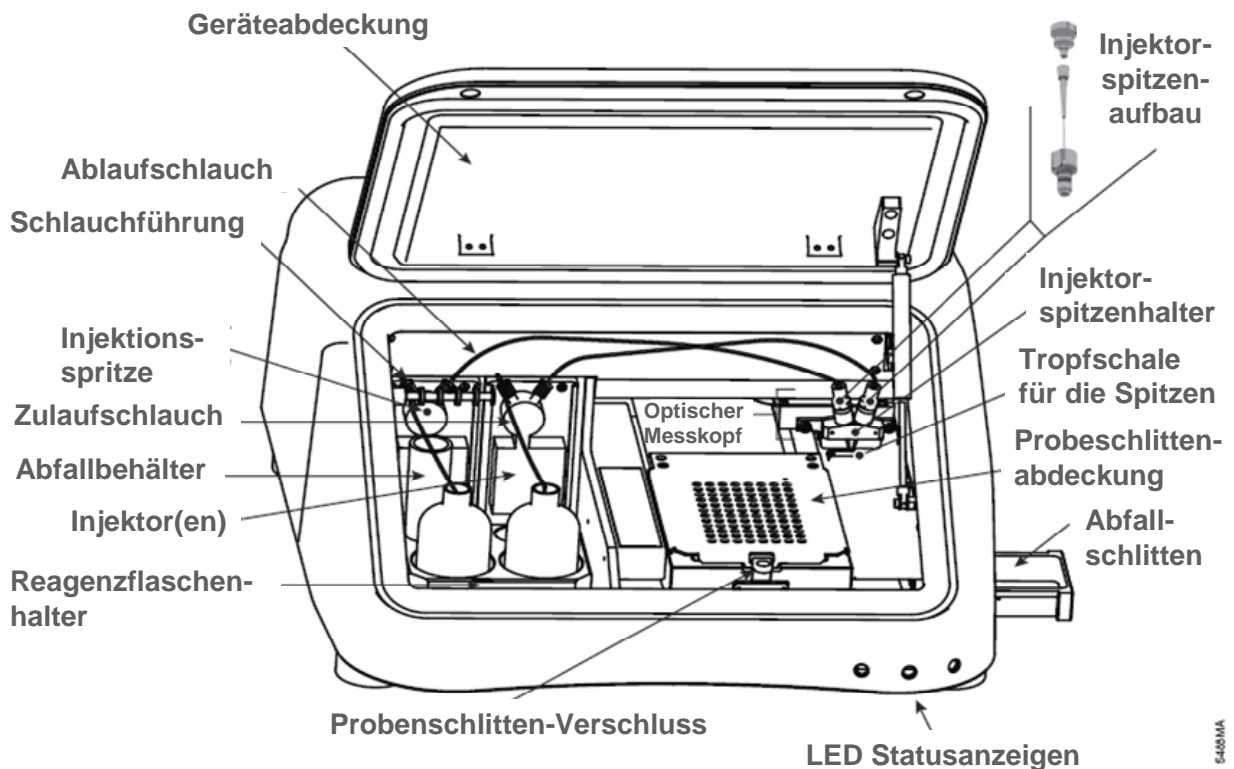

Abbildung 3. Innenansicht des GloMax™ 96 Platten-Luminometers
2. Öffnen Sie die Abdeckung des Geräts und drücken Sie vorsichtig auf den Probenschlitten-Verschluss, so dass die Abdeckung des Probenschlittens aufspringt (siehe Abb. 3).